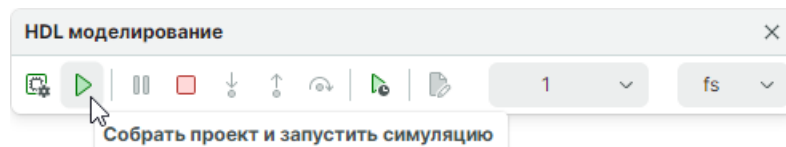

Рис. 33 Расположение кнопки «Собрать проект и запустить симуляцию»
2. В панели инструментов «HDL моделирование» нажмите кнопку  , см. Рис. 33. Далее будет запущена процедура сборки проекта с последующим запуском симуляции.